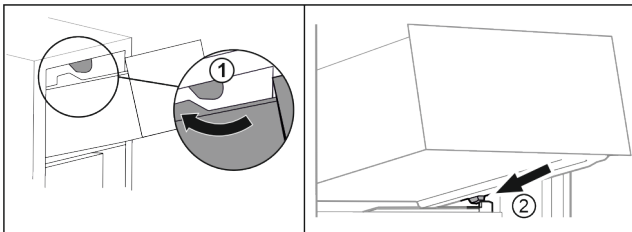

Fig. 64
- Schubfach um die oberen Stopper herumführen. Fig. 64 (1)
- Schubfach schräg hinter den unteren Stoppern auf Behälterrippe aufsetzen. Fig. 64 (2)